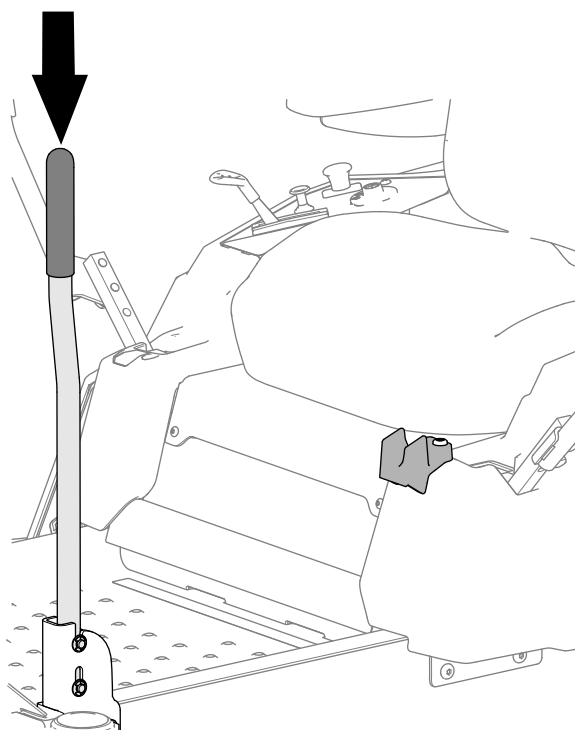

Figure 9
2. Enfoncez la poignée de maintien, comme montré à la Figure 9.